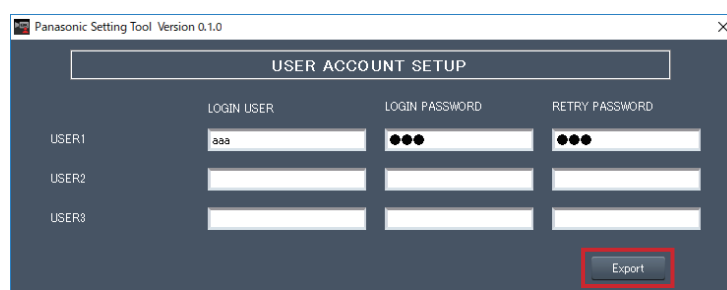

図 1
最大 3 名までのユーザーアカウントを登録することができます。(図 1)
3. [Export] ボタンをクリックする (図 1)